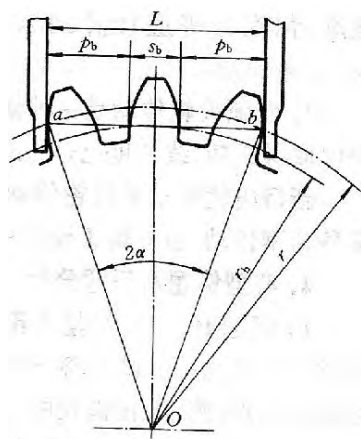

图 10-1
答：a) 设卡尺两卡脚与齿廓的切点 a、b 刚好在分度圆上(图 10-1)，则 $\angle aOb = 2\alpha$ ， α 为分度圆压力角。
b) 由图 10-1 可明显看出，公法线长度包含着 (k-1) 个基圆齿距和一个基圆齿厚，故